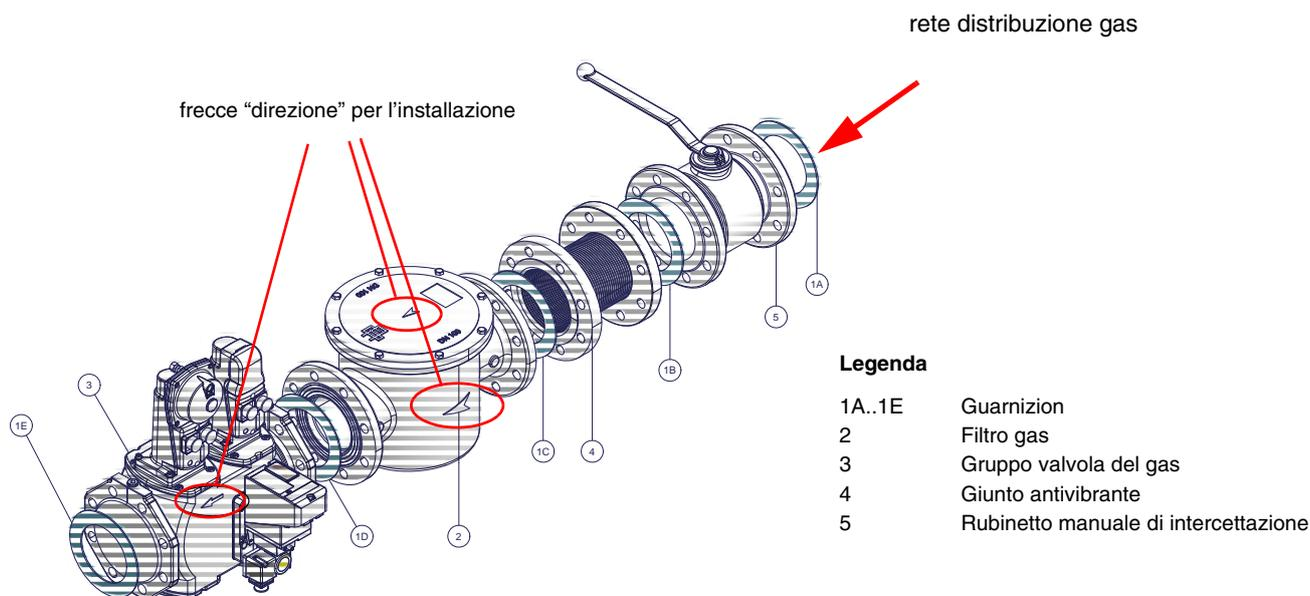

Fig. 5 - Esempio di rampa gas
- 1-b) nel caso di giunti flangiati: interporreátra un componente e l'altro, una guarnizione (n. 1A..1E - Fig. 5) compatibile con il gas utilizzato,
ATTENZIONE: una volta montata la rampa secondo lo schema riportato in Fig. 5, deve essere effettuata la prova di tenuta del circuito gas, secondo le modalit  previste dalla normativa vigente.
ATTENZIONE: una volta montata la rampa secondo lo schema riportato in Fig. 5, deve essere effettuata la prova di tenuta del circuito gas, secondo le modalità previste dalla normativa vigente.